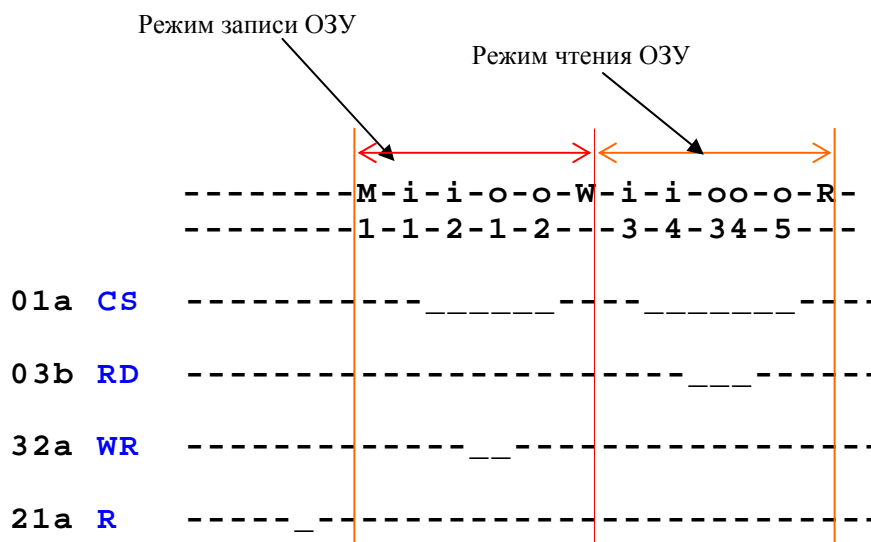

Рис. 8
Временная диаграмма M-функции представлена на рис. 8.
- слово задания адреса задается на временной диаграмме входным словом ‘i’ (i1 и i3 на рис. 8).
- слово задания данных в режиме записи задается входным словом ‘i’, а в режиме чтения выходным словом ‘o’ (i2 и o4 на рис. 8).
В состав временной диаграмме М-функции кроме входных и выходных слов, описанных в параметрах, могут быть включены другие необходимые слова и G-циклы. Например, на временной диаграмме (см.рис. 8) выходные слова o1, o2 и o3, o5 контролируют готовность модуля ОЗУ для проведения операций записи и чтения.